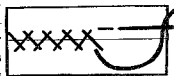

Рис. 5.10
*Фигурные (крестообразные) стежки* применяют для подшивания срезов детали из толстых осыпалых тканей. Эти стежки в отличие от других выполняют слева направо, образуя строчку, которая закрепляет срез детали и предохраняет его от осыпания. Подшиваемый срез детали прокалывают иглой на половину ее толщины. В зависимости от плотности длина стежков 0,5–0,7 см, ширина строчки 0,3–0,7 см (рис. 5.10).